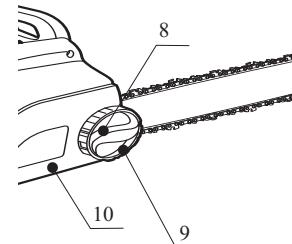

Рис. 3
- отверните ручку прижима 8 (рис. 3) и снимите крышку 10 натяжителя;